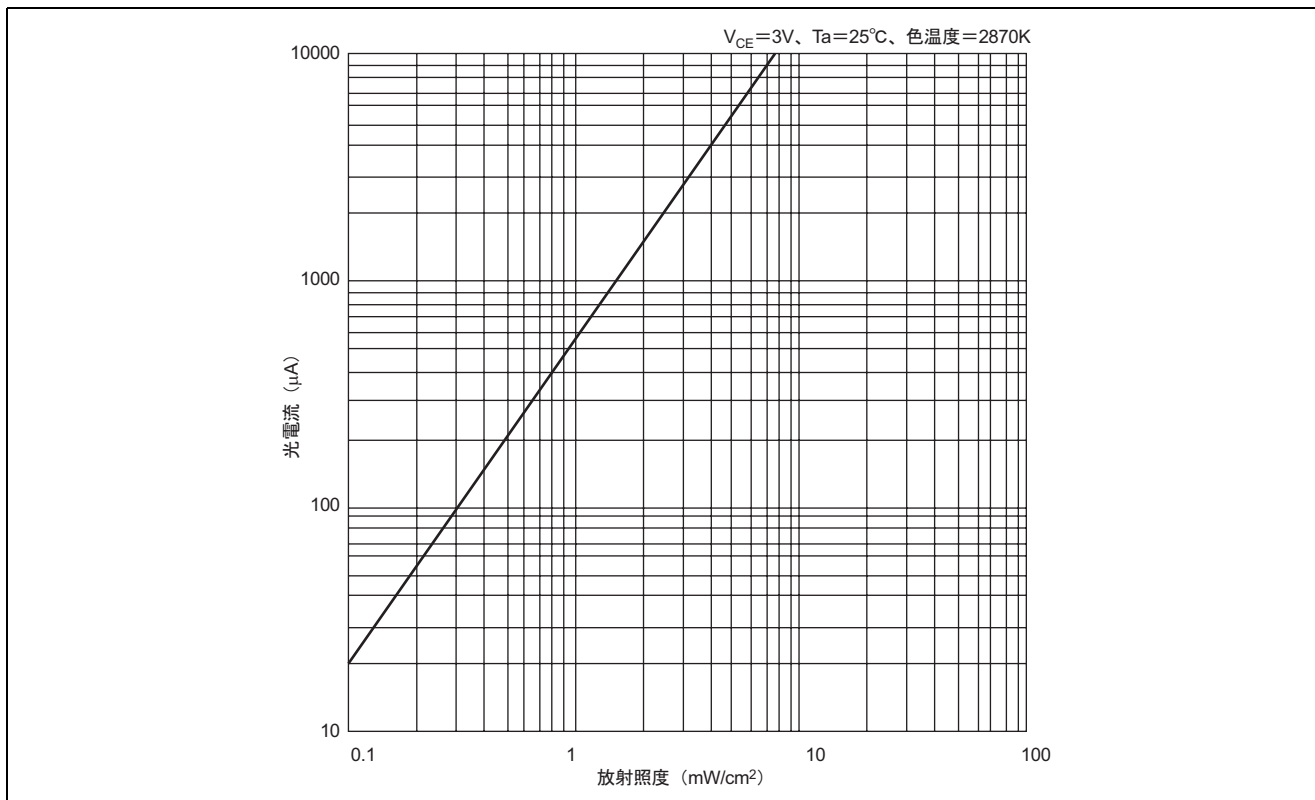

図 1.2 TPS603A の放射照度と光電流の関係 (参考)
- 電流出力型のセンサなので、電流-電圧変換を行って電圧出力を得ます。通常 LED と組み合わせて ON-OFF 制御などに使用されます。明るさと出力電流の関係を図 1.2 に示します。
- B. 7セグメント LED の表示は、通常の透光状態で出力電圧が 0 (V) で 10 ビットデータに A/D 変換すると 16 進数の「H'000」となります。
- C. 完全に遮光された場合は、出力電圧が 5 (V) で 10 ビットデータに A/D 変換すると 16 進数の「H'3FF」となります。